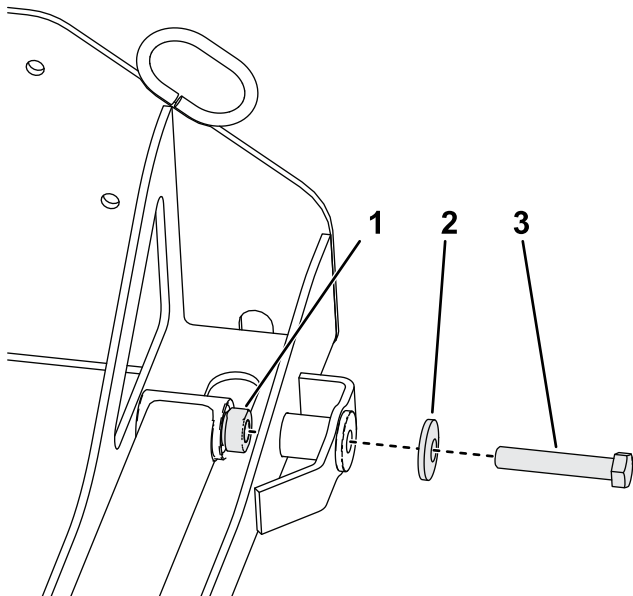

Figura 13
4. Fixai partea din față a braelor de ridicare la nivelul ansamblului de montare cu ajutorul celor 2 uruburi cu cap hexagonal i a celor 2 aibe curbate îndepărtate de la dispozitivul de montare de la 3 Pregătirea unităii de traciune (Pagină 8), aa cum se arată în Figura 13.